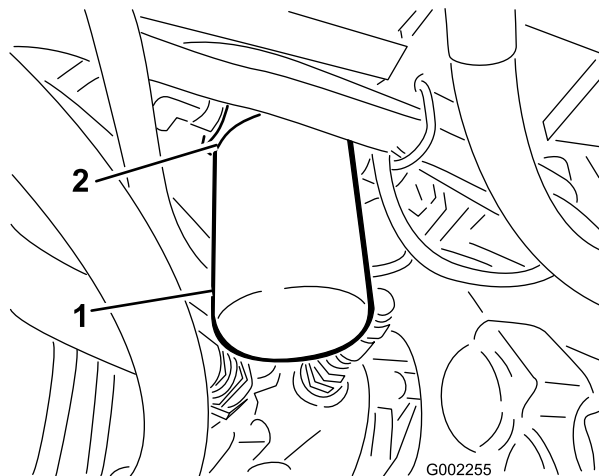

図 59
2. フィルタ容器の周辺をウェスできれいにぬぐう (図 59)。
4. フィルタを外す (図 59)。
5. 新しいフィルタのガスケットにオイルを塗る (図 59)。